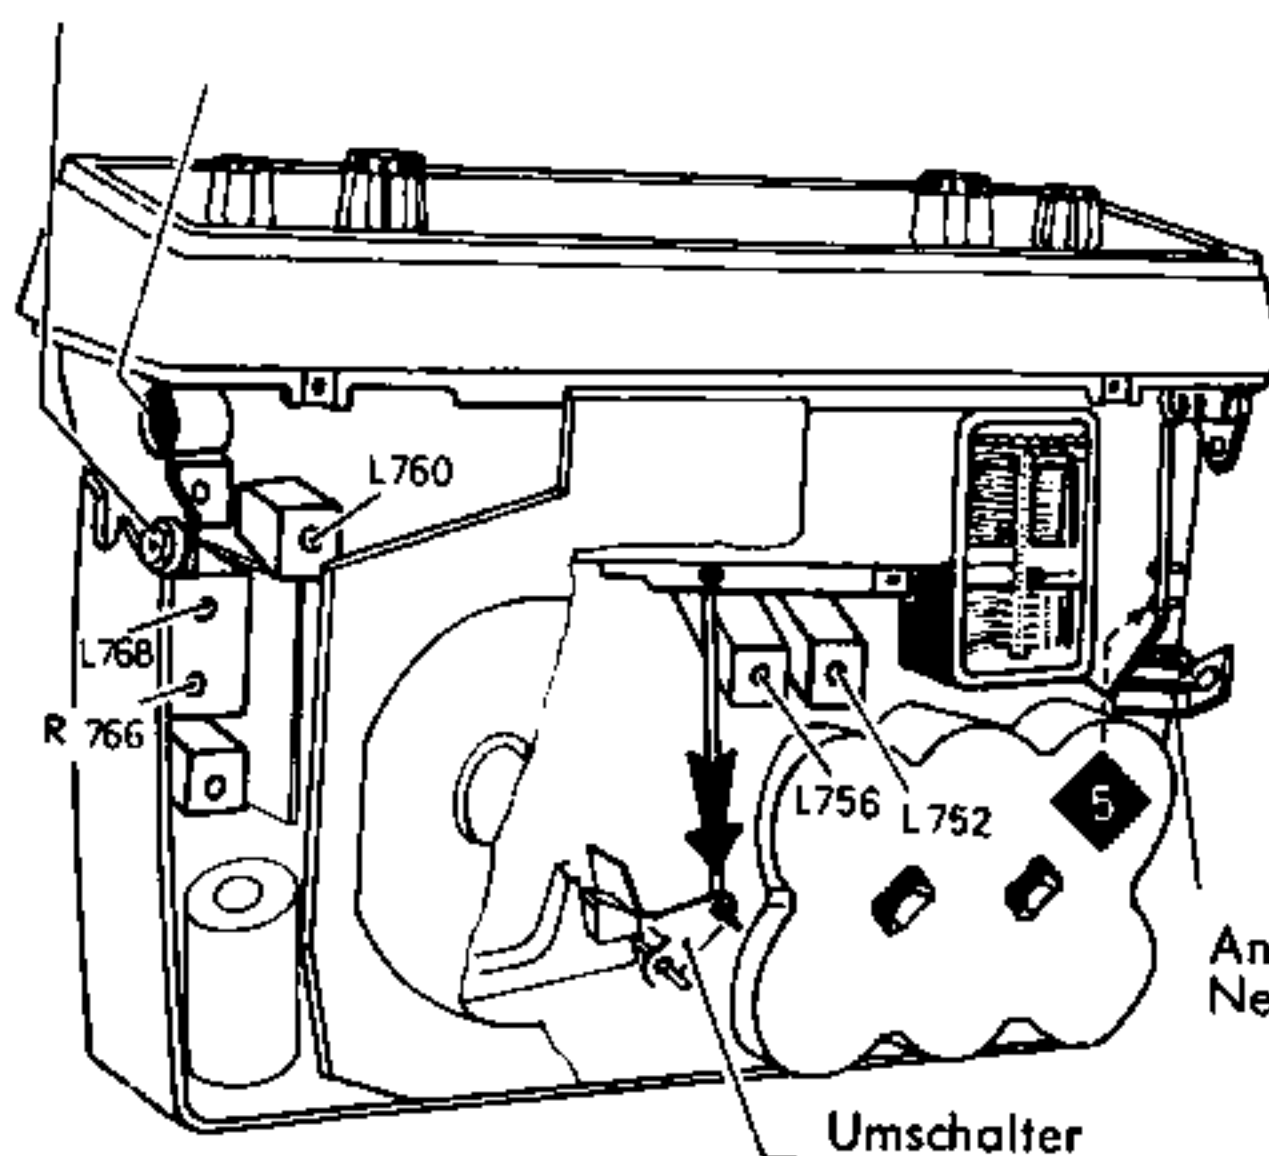

Fig. 7
Zur Stromversorgung des Koffergerätes kann anstelle der Batterien ein Netzteil Akkord NT 681 mit einer stabilisierten Spannung an die dafür vorgesehene Buchse, Fig. 7, angeschlossen werden. Durch den Anschluß wird die Batterieleitung automatisch unterbrochen, so daß bei Betrieb mit dem Netzteil die Batterien nicht angeschlossen sind. Wird das Gerät nur mit Netzteil betrieben, so empfehlen wir, die Batterien aus dem Gerät herauszunehmen.
- Achtung!** Beim Abgleich des MW- und LW-Vorkreises auf dem Wellenschalter muß der Umschalter in Pfeilrichtung geschaltet sein, Fig. 7.
³⁾ Ein AM-Signal, 400 Hz, 30% moduliert, soll eine Ratiospannung von 1,4 V erzeugen. Dann mit R 766, Fig. 7, ein Spannungsminimum am Outputmeter einstellen. Abgleich von L 768 wiederholen und R 766 erneut einstellen.